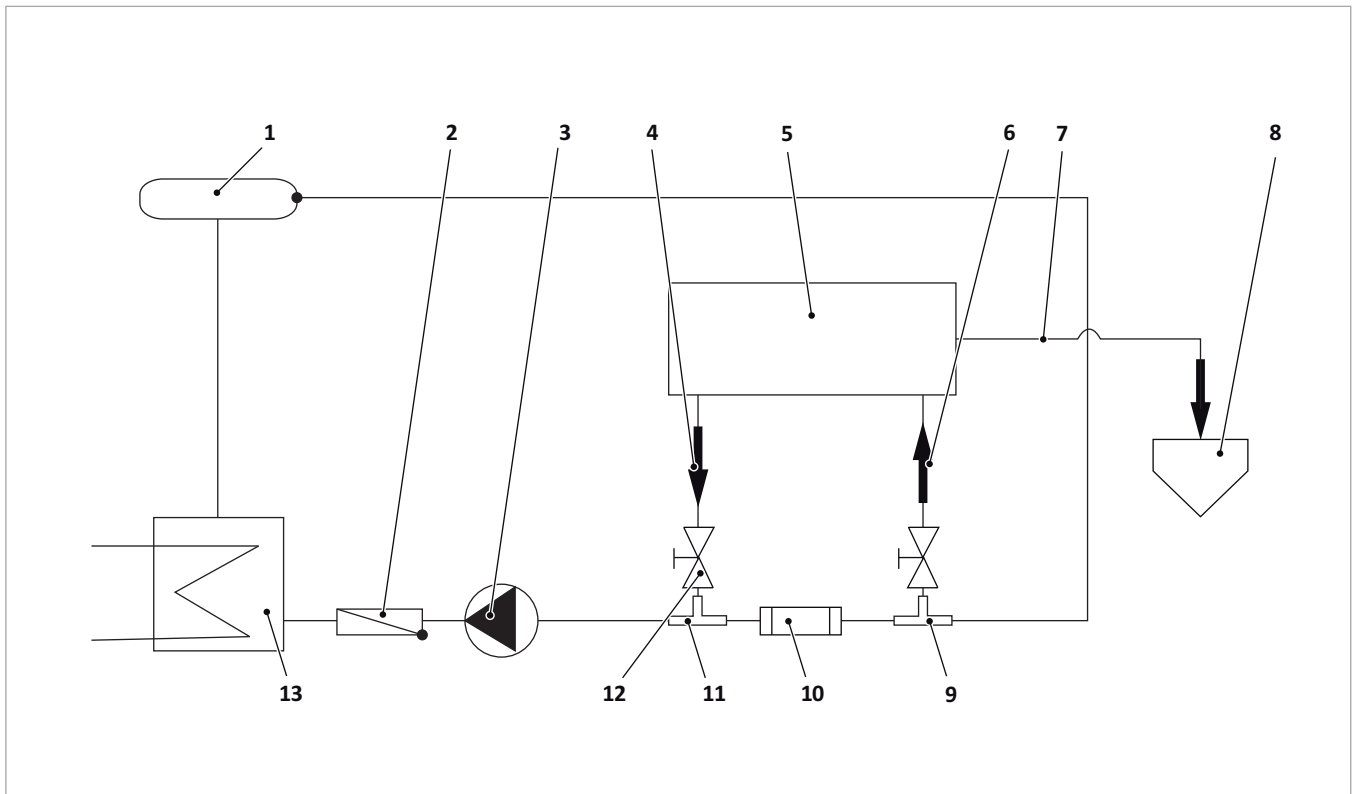

Abb. 2: Einbauschema der Anlage in die Trinkwasserinstallation
- Das Filtrationssystem (5)* wird über zwei T-Stücke (Vor- und Rücklauf) (9, 11) im Bypass an die Zirkulationsleitung der Trinkwasserinstallation angeschlossen. Die T-Stücke für Vor- und Rücklauf zum Filtrationssystem werden in Flussrichtung vor der bauseitigen Zirkulationspumpe (3) in die Zirkulationsleitung montiert. Zwischen den beiden T-Stücken wird vorzugsweise eine Durchflussanzeige (Taco Setter, 10) installiert, auf der man den Durchfluss durch die Zirkulationsleitung ablesen kann.
* Die Positionsnummern in Klammern beziehen sich auf → Abb. 2, S. 11.